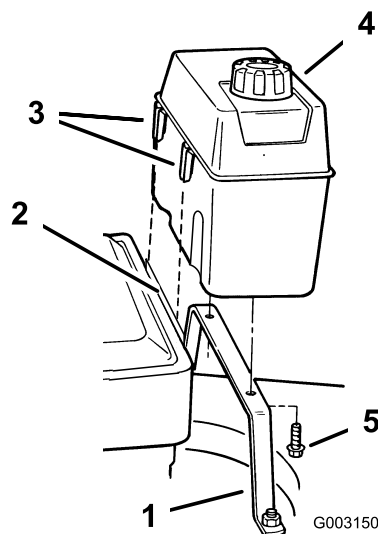

Figura 5
- Empiece a enroscar los dos tornillos autorroscantes en el fondo del depósito de combustible, luego retire los tornillos (Figura 5).
- Tornillo autorroscante (2)
- Enganche los clips de plástico de la parte delantera del depósito de combustible en el soporte de montaje del depósito de combustible (Figura 5).
- Fije el depósito de combustible a la base del depósito con los 2 tornillos autorroscantes (Figura 5). **No apriete demasiado los tornillos.**